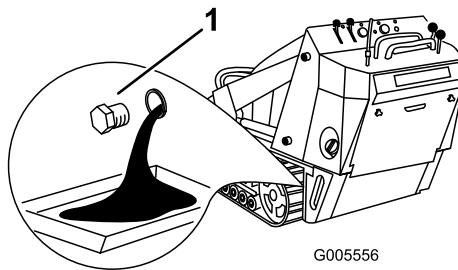

Figura 32
- Togliete il tappo di spurgo (Figura 32).